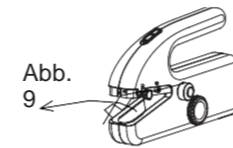

Abb. 9
1. Führen Sie den Faden durch das Nadelöhr in Nadelarm (Schritt 1 in Abbildung 9).